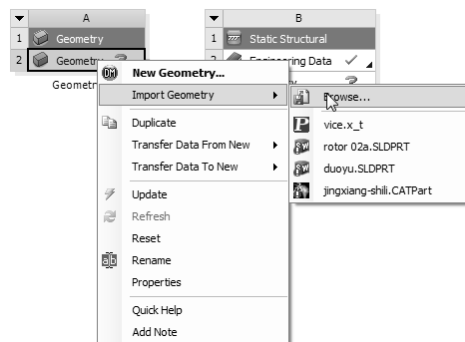

图 7-47 选择【Import Geometry】|【Browse】命令
1) 在 A2 栏的【Geometry】上单击鼠标右键，在弹出的快捷菜单中选择【Import Geometry】|【Browse】命令，如图 7-47 所示，弹出【打开】对话框。